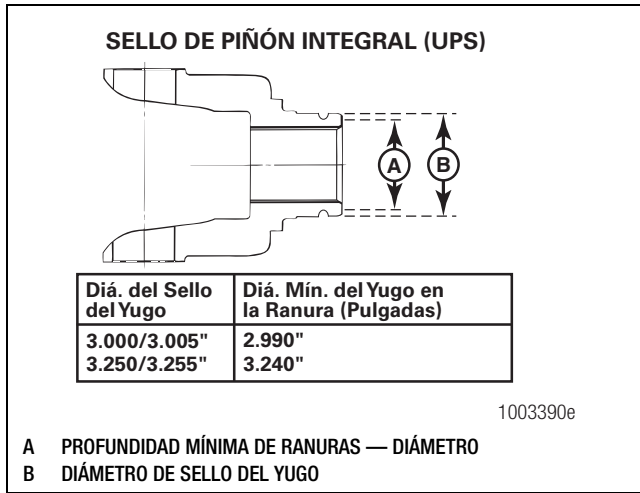

Figura 4.1
- **Si encuentra ranuras en el yugo:** Use calipers para medir los diámetros de las ranuras. Si cualquier diámetro de ranura mide menos que las dimensiones indicadas en la Figura 4.1, reemplace el yugo.